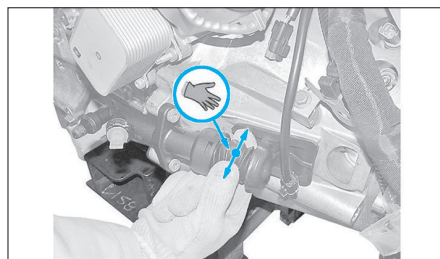

Fig. 12
- Vérifier le positionnement de la tige du cylindre récepteur d'embrayage dans sa fourchette (Fig.12).